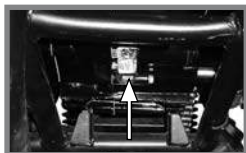

Imagen 4. Tornillo de drenado.
- Quitar el tornillo de drenado, ubicado debajo del motor, girándolo en el sentido contrario a las manecillas del reloj. Ver imagen 4.